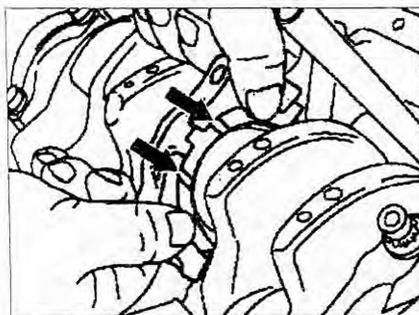

Рис. 2.55. Установка регуляторов осевого зазора.
12. Установите регуляторы осевого зазора (рис. 2.55). Масляные каналы (стрелки) должны быть смазаны и установлены вперед.